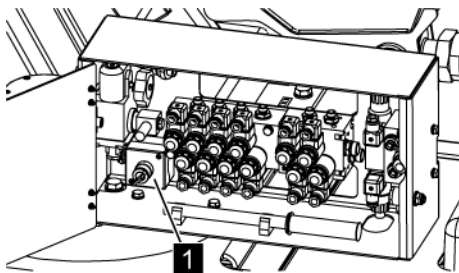

Abb. 201: Schlüsselschalter
4. → Den Schlüsselschalter (Abb. 201/1) auf Position "I" stellen.